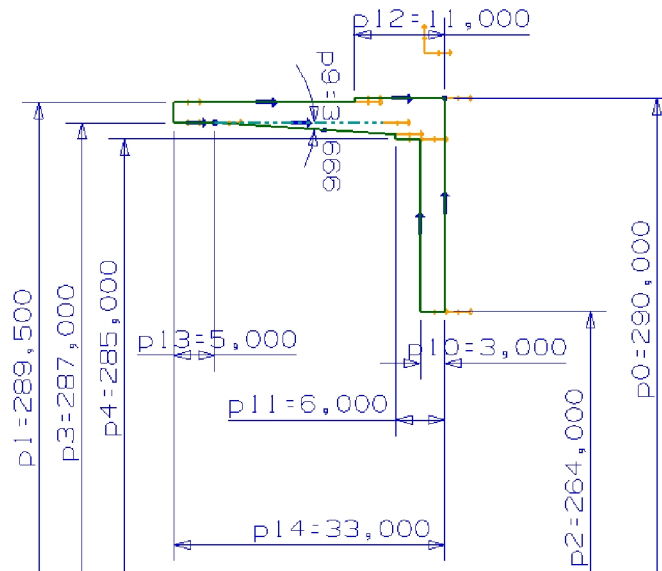

Рис. 99. Образмеренный эскиз лабиринта
5. Расставьте размеры и взаимосвязи, определяющие геометрию меридионального сечения переднего носка. Законченный эскиз должен выглядеть, как показано на Рис. 99.